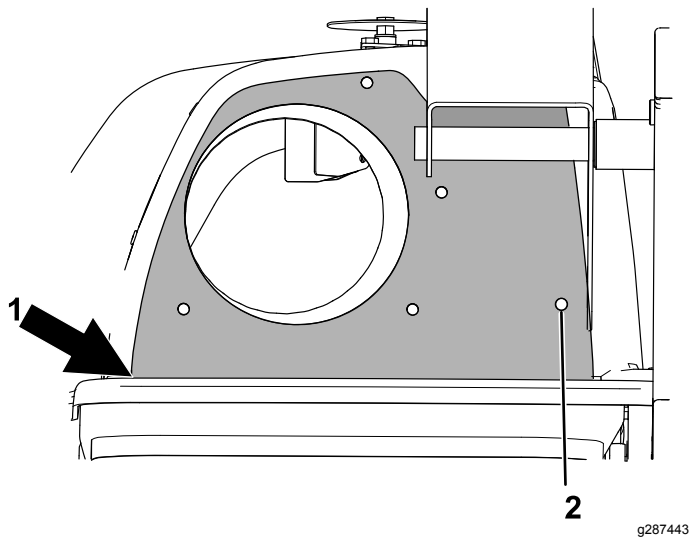

Figura 6
- Coloque la platilla sobre la tapa, alineando el taladro derecho con el taladro de montaje del soporte de giro y el extremo inferior con el saliente de la tapa (Figura 6).